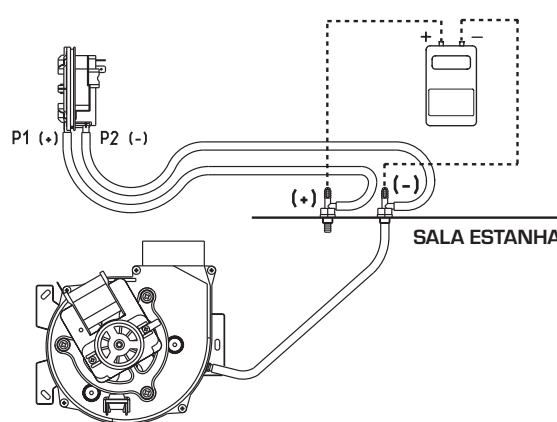

Fig. 9
3.2 PRESSOSTATO DOS FUMOS (fig. 9)